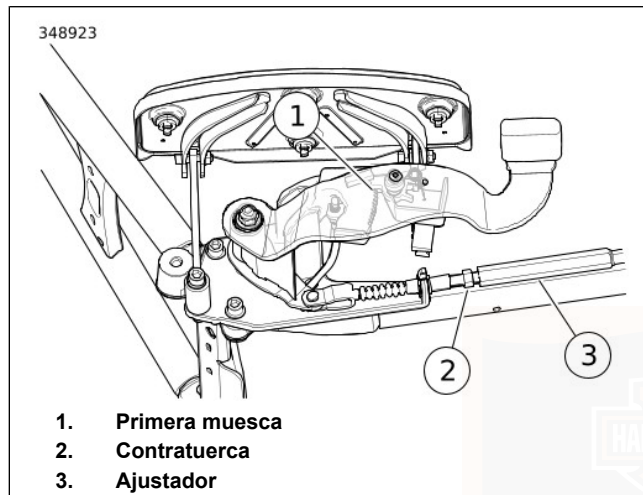

Figura 65. Ajuste del freno de estacionamiento
3. Vea Figura 65. Retroceda la funda. Afloje la contratuerca.